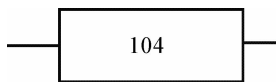

图 1-1-15 电阻器数码标识法
④ 数码表示法：是用三位数码表示其标称阻值的方法。从左到右第一位和第二位为有效数值，第三位为乘数即零的个数，单位为 Ω，图 1-1-15 所示电阻阻值为 100 kΩ。